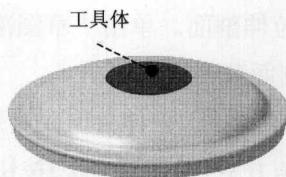

图 1.20 工具体
(3) 此时，在“实体冲压”对话框的 **选择步骤** 选项组中的“工具体”按钮  已处于激活状态，选取图 1.20 所示的面为工具体，单击中键确认。
(4) 单击“实体冲压”对话框中的 **确定** 按钮，完成实体冲压特征的创建。